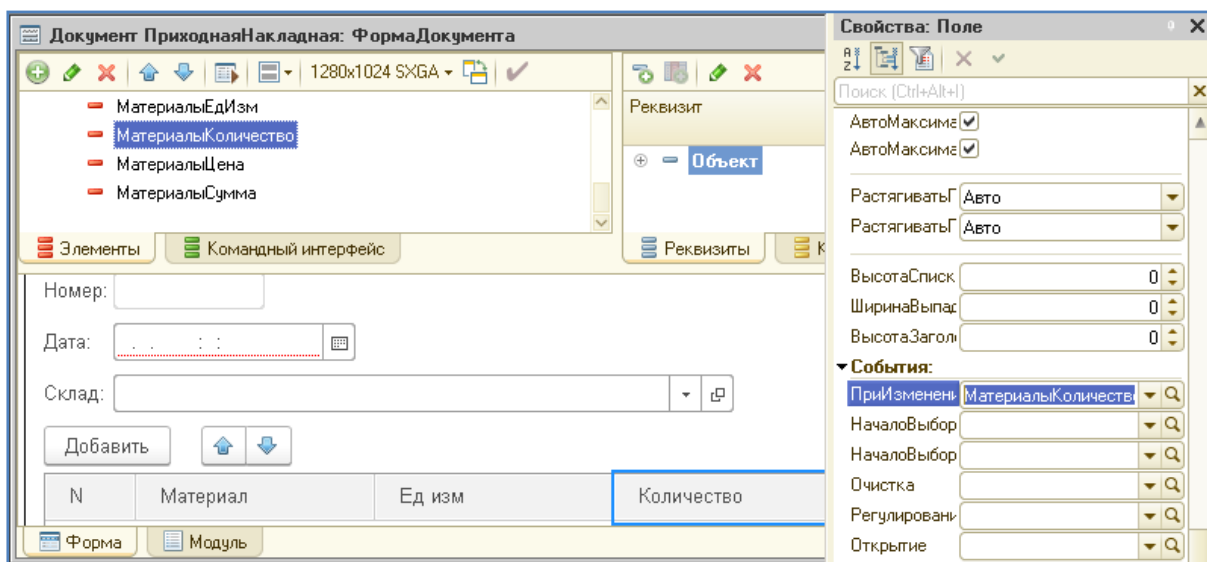

Рис. 11. Создание процедуры обработки событий в форме документа *Приходная Накладная*
4. В палитре свойств найти событие ПриИзменении и нажать «Лупу» (рис. 11).